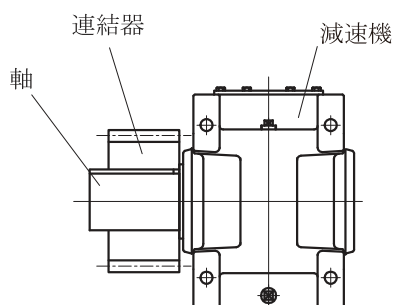
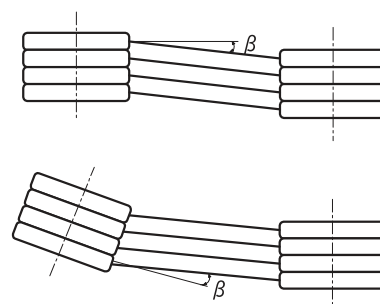

図5
図6
(2) チェーン、スプロケット、ギヤを使用する場合
- ・スプロケットやギヤは荷重の作用点が軸中央より減速機側へくるようにしてください。(図5参照)
(3) Vベルトを使用する場合
- ・両プーリー間の平行度、偏心率は 20° 以内としてください。(図6参照)